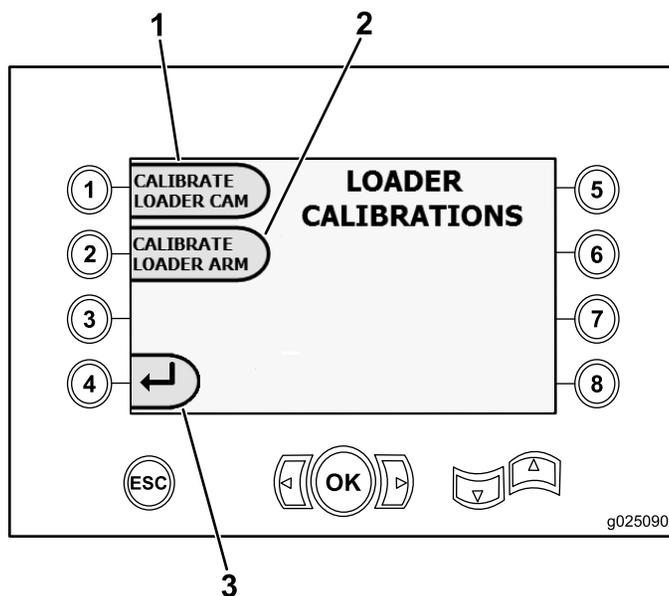

Figure 17
- Appuyez sur le bouton 1 pour étalonner la came du chargeur (Figure 17)
- Appuyez sur le bouton 2 pour étalonner le bras du chargeur (Figure 17)